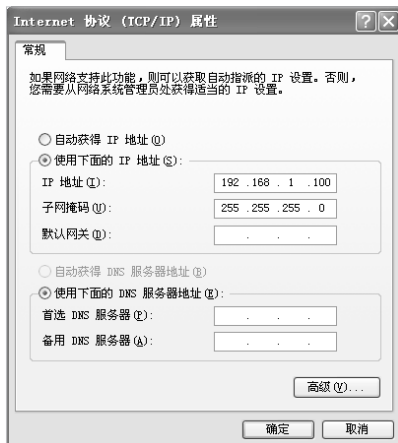

图4-1 本地连接
2. 设置PC本地连接IP地址为192.168.1.X, X为2-250中任意整数, 子网掩码为255.255.255.0, 如图4-1所示。